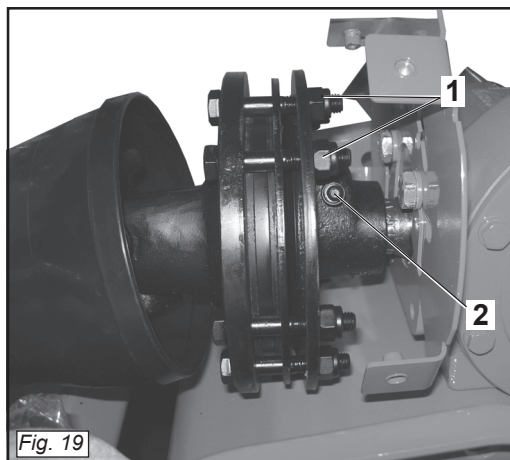

Fig. 19
La frizione è già pre-regolata per uno sforzo medio. Se slitta troppo facilmente (surriscaldandosi) è necessario avvitare uniformemente tutti i dadi (1 Fig. 19) che stringono la molla. Qualora l'albero cardanico fornito abbia il mozzo con bloccaggio a bulloni (2 Fig. 19), assicurarsi che questi siano serrati con forza.
*If it slips too easily (and overheats), it will be necessary to evenly tighten all the nuts (1 Fig. 19) that retain the spring.*
*If the supplied cardan shaft has a bolt-locked hub (2 Fig. 19), check that these bolts are fully tightened.*
L'embrayage est déjà réglé pour un effort moyen. Lorsqu'il patine facilement (en se surchauffant) il faut visser de manière uniforme tous les écrous (1 Fig. 19) de serrage du ressort. Si le moyeu de l'arbre à cardans dispose d'un blocage par boulons (2 Fig. 19), assurez-vous que ces derniers sont bien serrés.
*Die Gelenkwelle kann mit einer Sicherheitskupplung ausgerüstet werden, um die Getriebeteile des Gerätes vor Überlastungen und/oder Beanspruchungen zu schützen. Die Gelenkwelle darf keine Neigung über 10 Grad aufweisen (Abb. 5). Die Kupplung ist auf eine mittlere Beanspruchung voreingestellt. Wenn die Kupplung zu schnell schlupft (Überhitzung), muß man alle Muttern (1 Abb. 19), die die Feder spannen, noch weiter anziehen. Sollte die mit dem Gerät gelieferte Gelenkwelle eine mit Schraubbolzen blockierte Nabe (2 Abb. 19) haben, sicherstellen, daß diese angezogen sind.*
Si patina muy fácilmente (recalentándose) es necesario ajustar uniformemente todas las tuercas (1 Fig. 19) que apretan en el resorte.
Si el árbol cardánico tiene el cubo con bloqueo de bulones (2 Fig. 19), controlar que estos últimos estén bien ajustados.
Se la frizione non scivola, svitare uniformemente tutti i dadi (1 Fig. 19) che fissano le molle.
*If the clutch does not slip, evenly unscrew all the spring fixing nuts (1 Fig. 19).*
Si l'embrayage ne patine pas, dévissez de manière uniforme tous les écrous (1 Fig. 19) de fixation des ressorts.
Wenn die Kupplung nicht schlupft, alle Muttern (1 Abb. 19), die die Federn spannen, gleichmäßig lockern.
Si el embrague no patina, aflojar uniformemente todas las tuercas (1 Fig. 19) que fijan el resorte.